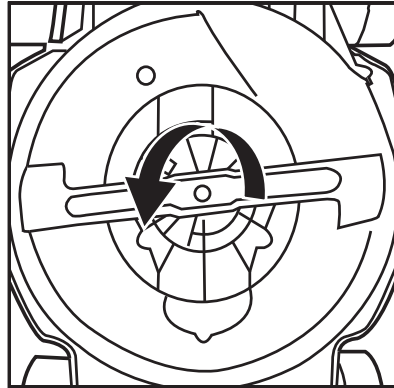

Fig. 16
4. Afloje el perno de fijación (Fig. 16).